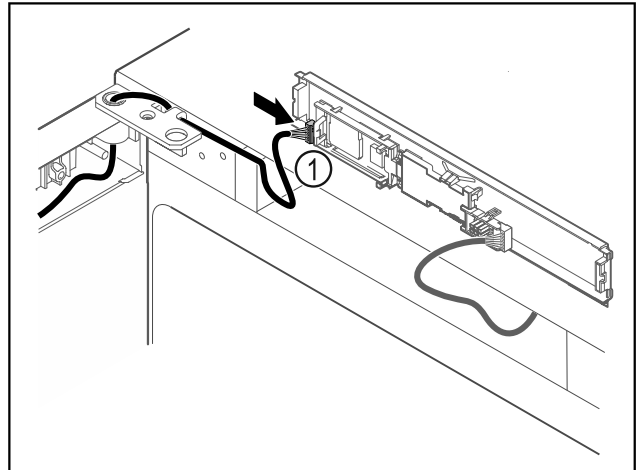

Fig. 65
- Συνδέστε το φιν Fig. 65 (1) στην πλακέτα.